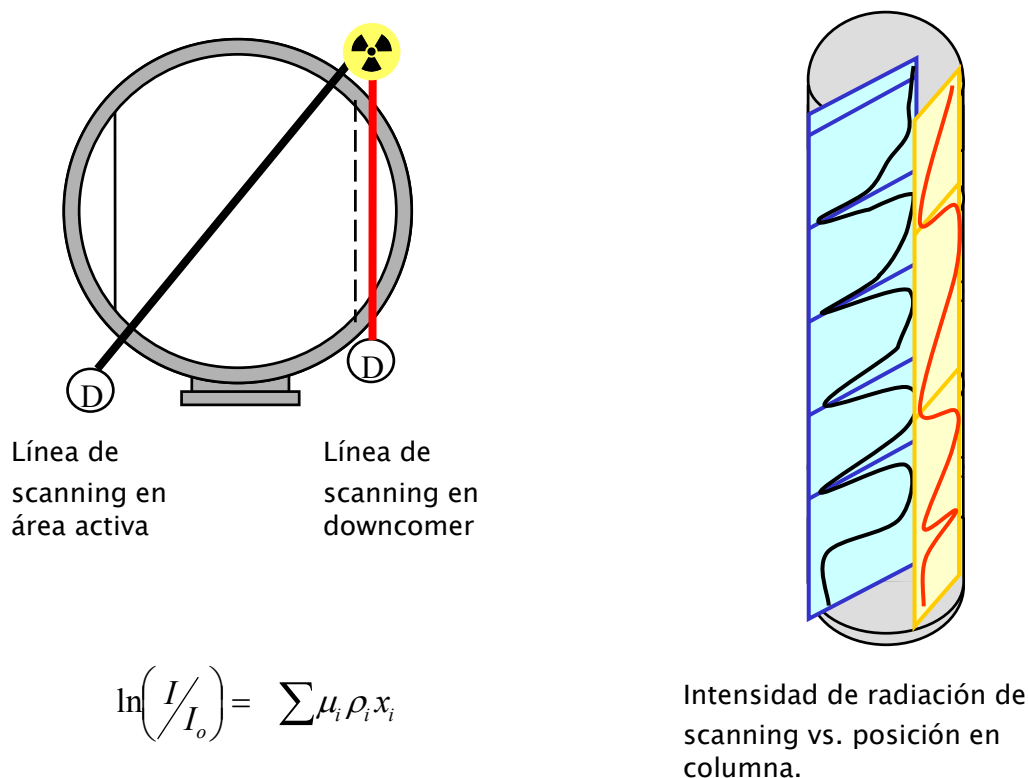

Fig. 1
El escaneo de columnas de destilación utiliza una fuente radioactiva de baja energía y un detector de destellos para medir el perfil de densidad de un proceso en funcionamiento. La generación de estos datos se basa en el principio de Bell-Lamber (ec. 1) donde la intensidad de radiación (I) se incrementa al disminuir la densidad del medio (ρ) que atraviesa la trayectoria del escaneo. La información obtenida sirve para determinar el nivel y consecuentemente el rendimiento mecánico (hidráulico) de columnas con bandejas y rellenas (fig. 1).